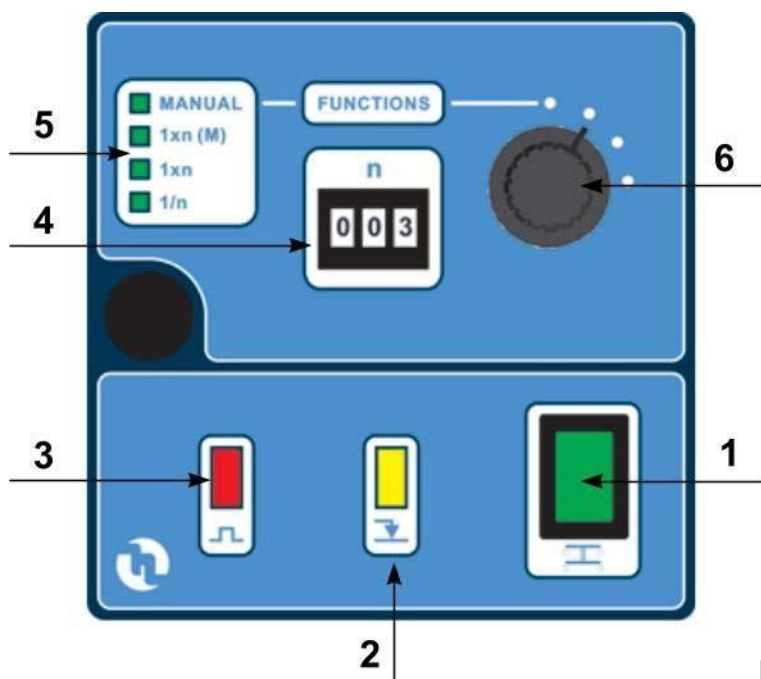

Рис.11
#### 6.1. ОРГАНИ УПРАВЛІННЯ НАСОСОМ (Рис.11)
Оператор встановлює число "N" на механічному блоці установки значень. Насос працює з продуктивністю "N", заданої оператором, де "N" - кількість викидів в хвилину. Для входу в ручний режим роботи, необхідно перемкнути селектор (поз 6.) Рис.11 в положення «**MANUAL**».
Для входу в пропорційний режим роботи від імпульсного витратоміра «1xN (M)», необхідно переключити селектор (поз 6.) Рис.11 в положення «**1xN(M)**».
Для входу в пропорційний режим роботи від імпульсного витратоміра «**1xN**», необхідно перемкнути селектор (поз 6.) Рис.11 в положення «**1xN**».
Для входу в пропорційний режим роботи від імпульсного витратоміра «**1 / N**», необхідно перемкнути селектор (поз 6.) Рис.11 в положення «**1/N**».